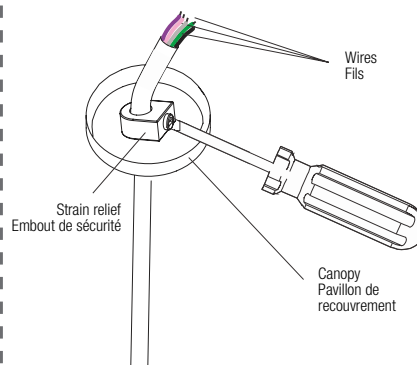

Fig. 2d
6. Adjust the power cable length if needed. Slide the canopy strain relief by unscrewing the screw and cut the power cable at desired length. Fasten the power cable on the canopy using the strain relief (screw the strain relief screw to lock the power cable) (Fig. 2d).
6. Ajustez la longueur du câble d'alimentation si nécessaire. Glissez l'embout de sécurité en dévissant la vis et coupez le câble d'alimentation à la longueur désirée. Fixez le câble d'alimentation sur le pavillon de recouvrement en utilisant l'embout de sécurité (visser la vis de l'embout de sécurité pour bloquer le câble d'alimentation) (Fig. 2d).